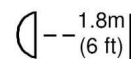

Abb. 11
5. Die Glühlampe entfernen, indem sie entgegen dem Uhrzeigersinn gedreht wird und sich von der Lampenhalterung löst (Abb. 11).